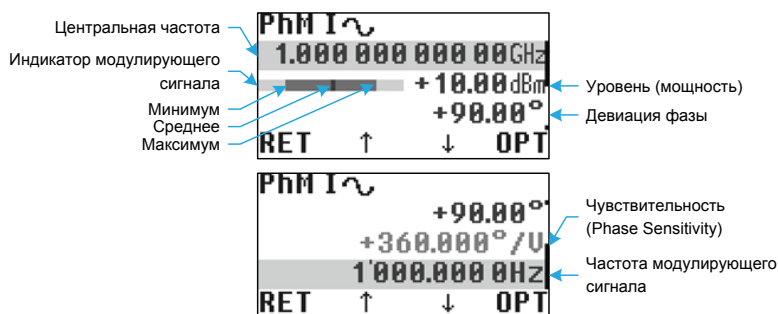

Рис. 20: Режим фазовой модуляции (Operation Modes▷Phi Modulation)
Режим фазовой модуляции имеет следующие параметры (рис. 20):
В режиме модуляции на экране в виде графической полосы также отображаются параметры модулирующего сигнала: минимальное, максимальное и среднее значение (рис. 20).
- PhM Deviation, PhM Sensitivity, Int Source Freq – под-меню дублирует соответствующие пункты меню на рис. 20.